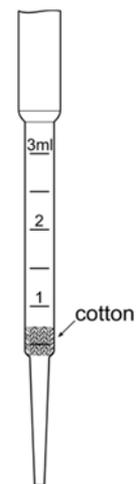

Abbildung 1.1: Plastikpipette mit einem Watte-Stöpsel zur Filtration der Pigmentlösung.
1. Entnimm mit der Pinzette ein kleines Stückchen der Watte und stecke sie in die Plastikpipette mit dem abgeschnittenen Kopfstück (Abb. 1.1.). Drücke die Watte mit dem Glasstab hinein, bis es in den engeren Teil der Plastikpipette passt. Vorsicht: drücke nicht zu fest, da die Watte sonst zu komprimiert ist.
1. Bereite eine zweite Filtrieranordnung (wie in Abb. 1.1) vor, und fixiere sie an dem Stativ. Platziere eine UV Küvette unter der Öffnung der Pipette.
4. Bereite eine dritte Filtrieranordnung (wie in Abb. 1.1) vor, und fixiere sie an dem Stativ. Platziere die zweite UV Küvette unter der Öffnung dieser Pipette. Wiederhole Schritte 2 und 3 mit der am intensivsten grün gefärbten Bande. Verschließe die Küvette mit der Lösung des grünen Pigments mit dem grünen Deckel.